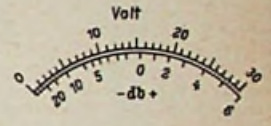

Bild 3. Die Volt-dB-Skala des Anzeigeelementes
1. Über C 9 wird eine Spannung von genau 10 V angelegt (Netzfrequenz), wobei man R 19 abgleicht, bis das Instrument Vollauschlag zeigt (elektrischen Nullpunkt mit P 1 einstellen). In Stufen von 1 Volt wird dann die Spannung verringert, und man erhält Eichpunkte für eine Kurve, aus der sich die neue Skala ermitteln läßt (Bild 3).